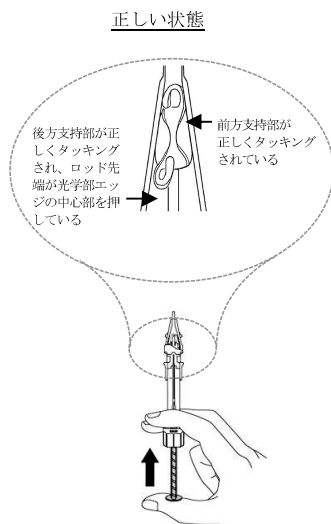

図6 プランジャーを押し進め、支持部の位置・形状を確認
- ⑥ 支持部が図6にて示す状態となるまで、プランジャーをゆっくり(約 5 秒をかけて)一定の速度で前進させる。その際、プランジャーを引き戻さないこと。